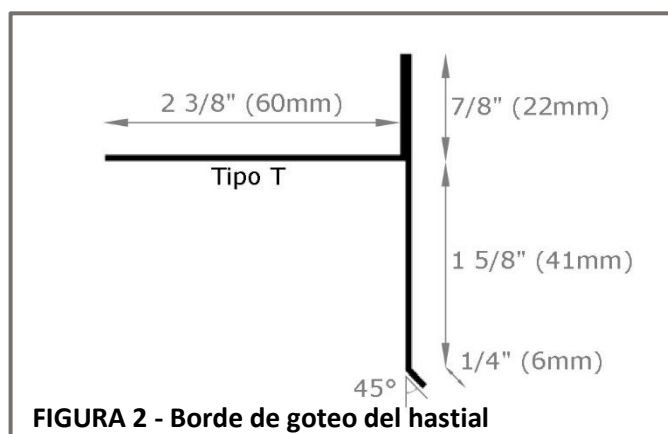

FIGURA 2 - Borde de goteo del hastial
- BORDES DE HASTIAL (RAKES)** - F-WAVE requiere un **borde de goteo Tipo T** en los bordes de hastial para cubrir el borde cortado de las tejas. Aplique el borde de goteo sobre la capa base en los bordes de hastial. Aplique un cordón de adhesivo aprobado de **1/2" (13mm)** al borde de goteo. Recorte las tejas a **3/16" (5mm)** del borde de goteo Tipo T del hastial. Vea la **Figura 2**.